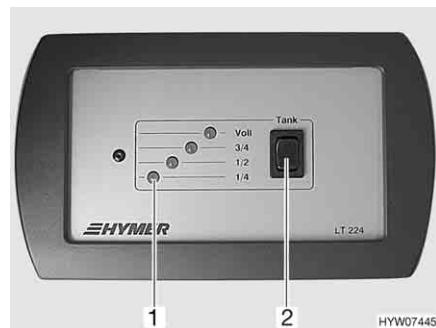

Fig. 80 Pannello di controllo LT 224
Sul pannello di controllo (Fig. 80) è possibile verificare il livello del serbatoio dell'acqua.
- Premere il pulsante basculante (Fig. 80,2): Una delle spie di controllo (Fig. 80,1) si accende.